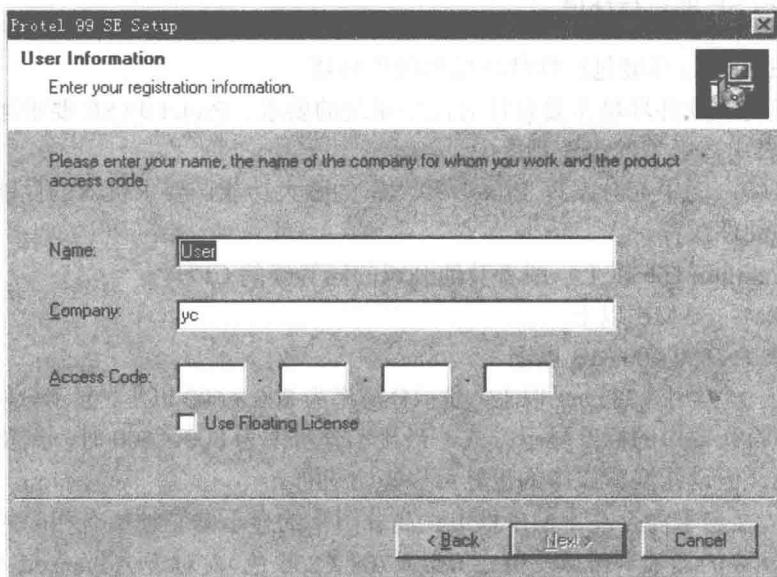

图 1.2 第二个 Protel 99 SE Setup 对话框
(2) 单击“Next”按钮，将显示第二个Protel 99 SE Setup对话框，如图1.2所示。在该对话框中的“Name”文本框中输入用户名；在“Company”文本框中输入单位名称；在“Access Code”文本框中输入协议代码。